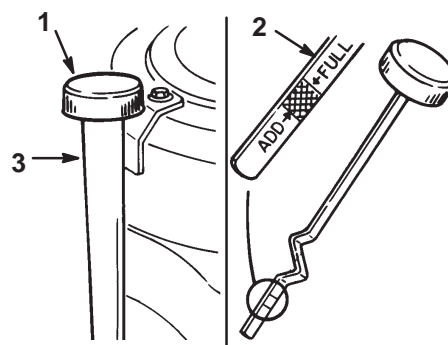

Bild 18
3. Reinigen Sie den Bereich um den Ölpeilstab herum (Bild 18), damit kein Schmutz in den Einfüllstutzen gelangen und so den Motor beschädigen kann.
4. Schrauben Sie den Ölpeilstab los und wischen das Metallende ab (Bild 18).
5. Schrauben Sie den Ölpeilstab vollständig in das Einfüllrohr (Bild 18). Schrauben Sie den Peilstab wieder los und kontrollieren das Metallende. Gießen Sie, wenn der Ölstand zu niedrig ist, nur so viel Öl langsam in das Einfüllrohr, dass der Ölstand die Voll-Marke erreicht. Ziehen Sie den Peilstab an.
7. Gießen Sie ca. 80% der angegebenen Ölmenge langsam in das Einfüllrohr (Bild 18). Kontrollieren Sie den Ölstand; siehe Prüfen des Ölstands, Seite 22. Gießen Sie langsam weiteres Öl ein, um den Ölstand bis zur Voll-Marke am Peilstab anzuheben.